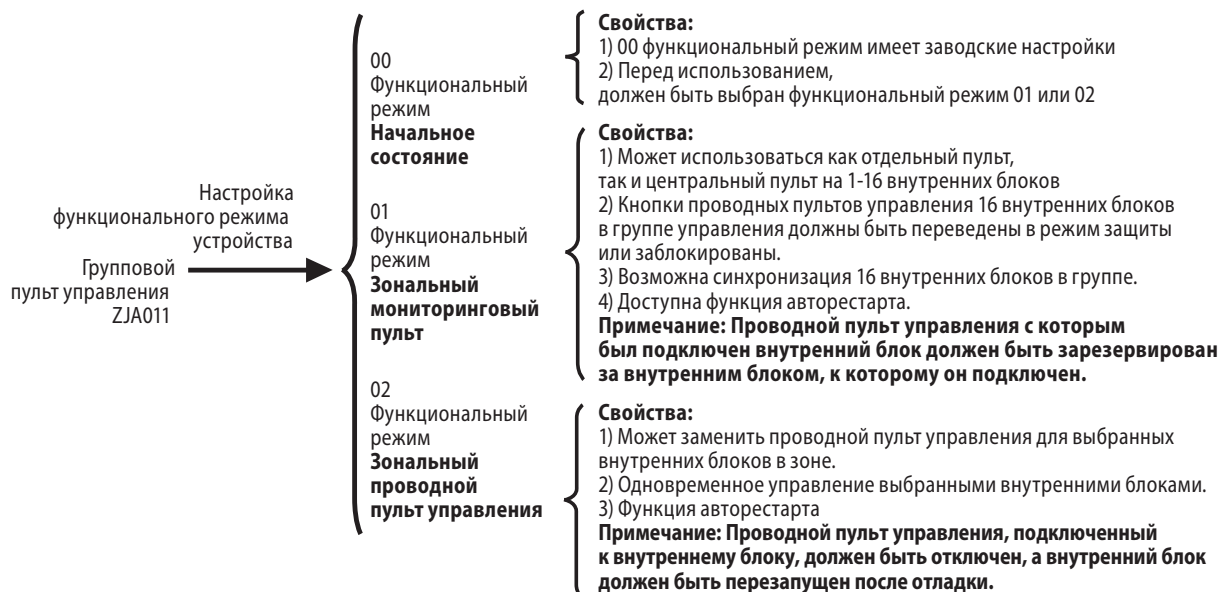

Рис. 6.12 Схема настройки пульта
- На Рис. 6.11, Рис. 6.12 изображены схемы взаимодействия между зональным пультом управления, зональным мониторинговым пультом и зональным проводным пультом управления.